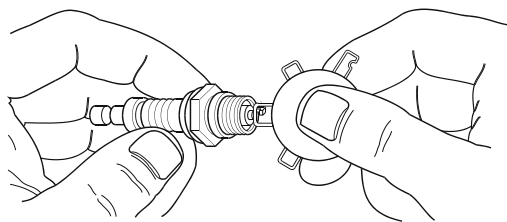

Figure 4-3 : Régler l'écartement des bougies
5. Vérifiez l'écartement des électrodes à l'aide d'une jauge d'épaisseur. Voir Figure 4-3. Réglez l'écartement en pliant soigneusement l'électrode de masse à :